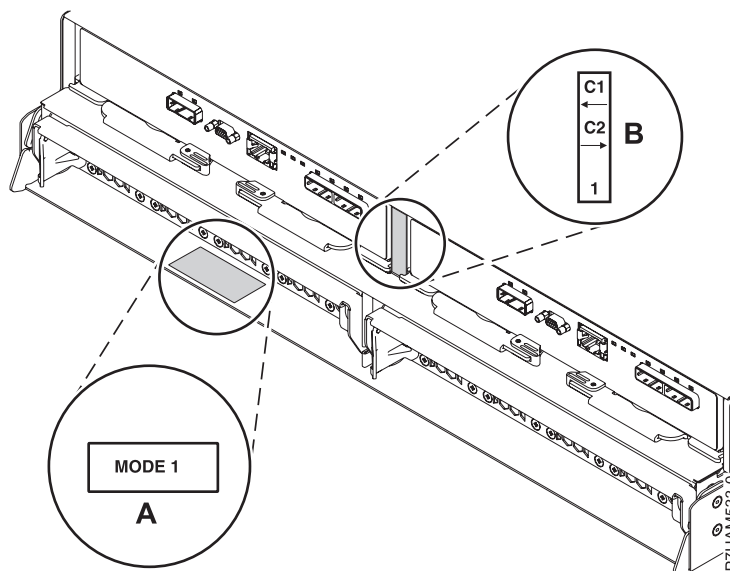

Figure 33. Emplacements des autocollants de mode à l'arrière du boîtier d'unité de disque 5887
2. Confirmez le mode défini en usine du boîtier d'unité de disque 58/87 en utilisant les informations imprimées sur les autocollants situés à l'arrière du boîtier. Les autocollants sont apposés sur le panier inférieur gauche du châssis (A) et sur le support central situé entre les modules ESM (B). Ils indiquent si le boîtier est défini sur le mode 1, le mode 2 ou le mode 4, comme illustré à la figure 33.